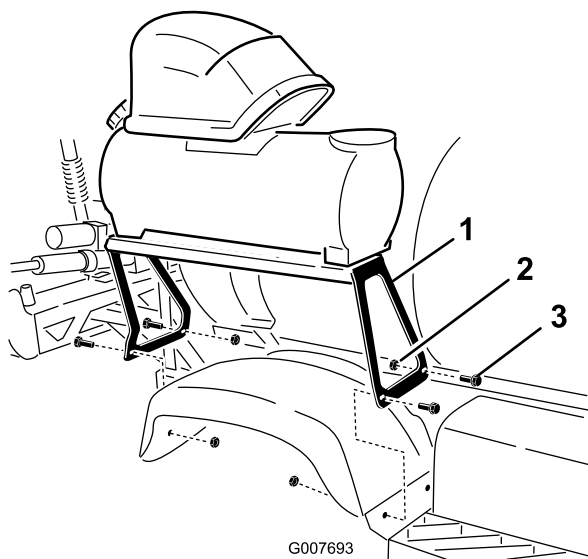

Figure 5
- Montez le support dans les trous de l'aile arrière droite avec 4 boulons de carrosserie (5/16 1-1/4") et 4 contre-écrous (5/16 pouce), comme illustré à la Figure 5.